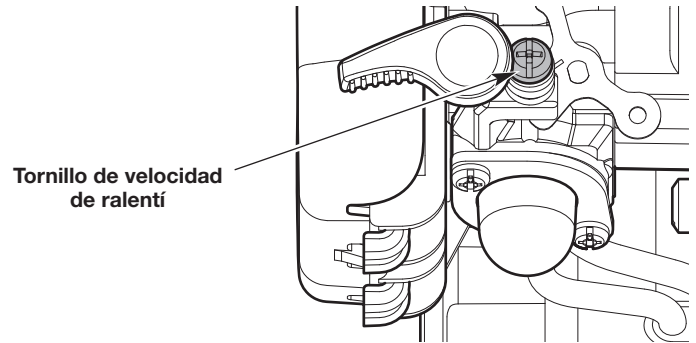

Fig. 28
- Si el motor se para, aumente la velocidad de ralentí. Use un destornillador Phillips pequeño para girar el tornillo de velocidad de ralentí en el sentido de las agujas del reloj, 1/8 de giro cada vez hasta que el motor funciona al ralentí de manera uniforme (Fig. 28).
- Si el cabezal de corte (o cuchilla) gira cuando el motor funciona al ralentí, reduzca la velocidad de ralentí. Gire el tornillo de velocidad de ralentí en el sentido contrario de las agujas del reloj, 1/8 de giro cada vez, hasta que se detenga el cabezal de corte (o cuchilla) (Fig. 28).